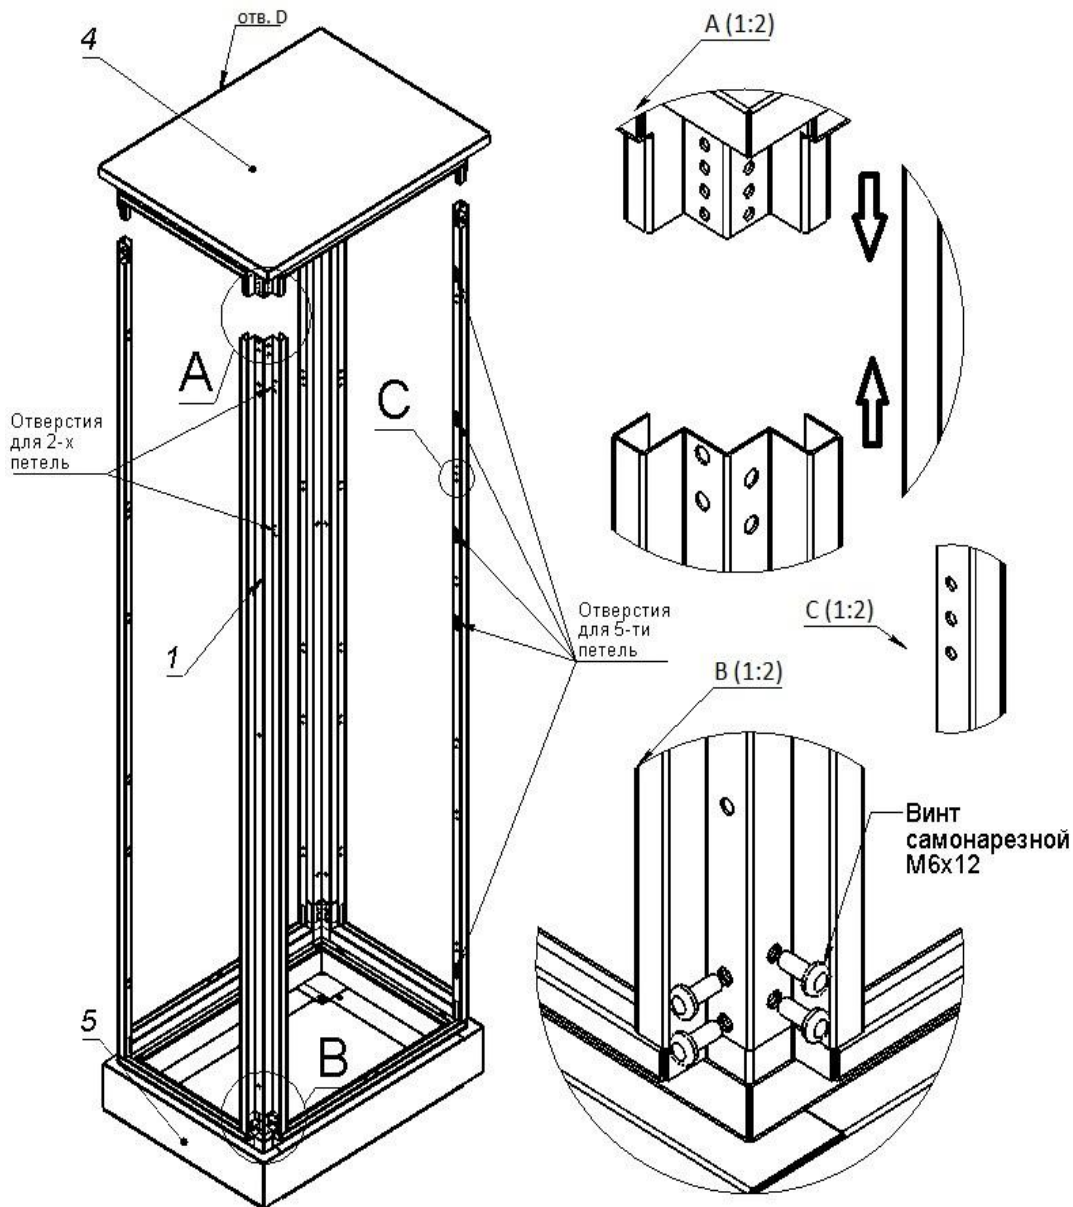

Рис. 1 **Сборка каркаса ВРУ**
- 1) Установить стойки на цоколь как показано на **рис.1 вид А**.
3-отверстия **рис.1 вид С** должны находиться в верхней части стоек.
Стойка с 5-ю отв. под петли с передней правой стороны **рис.1**.
Установить крышу на стойки **рис.1 вид А**.(отв. D-задняя сторона шкафа).
- 2) Закрепить стойки самонарезными винтами М6х12 **рис.1 вид В**.